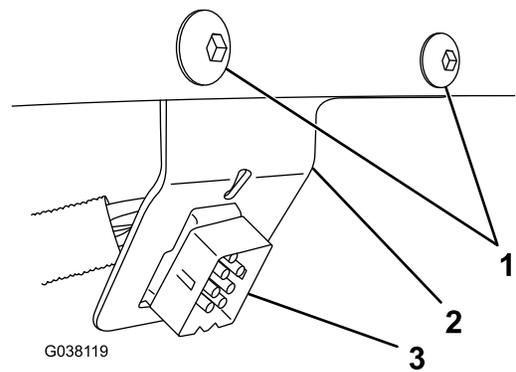

Figure 7
7. Amenez le connecteur du contrôleur de chasse-neige dans la cabine du véhicule (Figure 7).
8. Installez le connecteur du contrôleur de chasse-neige sur le support du tableau de bord et fixez le support du côté gauche du volant à l'aide de 2 boulons autotaraudeurs (Figure 7).